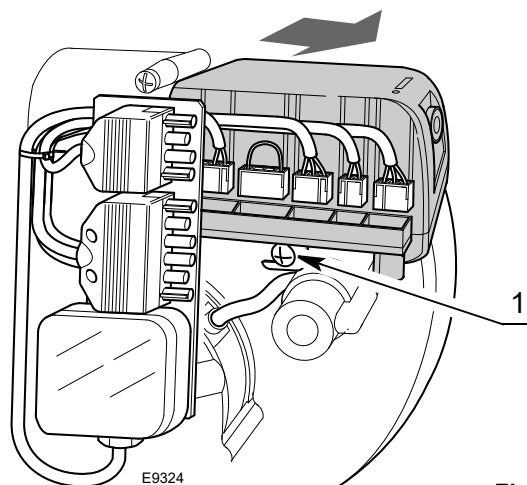

Fig. 17
- sconnettere tutti i connettori ad essa collegati, la spina a 4 poli, la spina a 6 poli, i cavi di alta tensione ed il filo di terra (TB);
- svitare la vite 1)(Fig. 17) e tirare l'apparecchiatura nel senso della freccia.
- avvitare la vite 1)(Fig. 17) con una coppia di serraggio da $1 \div 1,2 \text{ Nm}$;